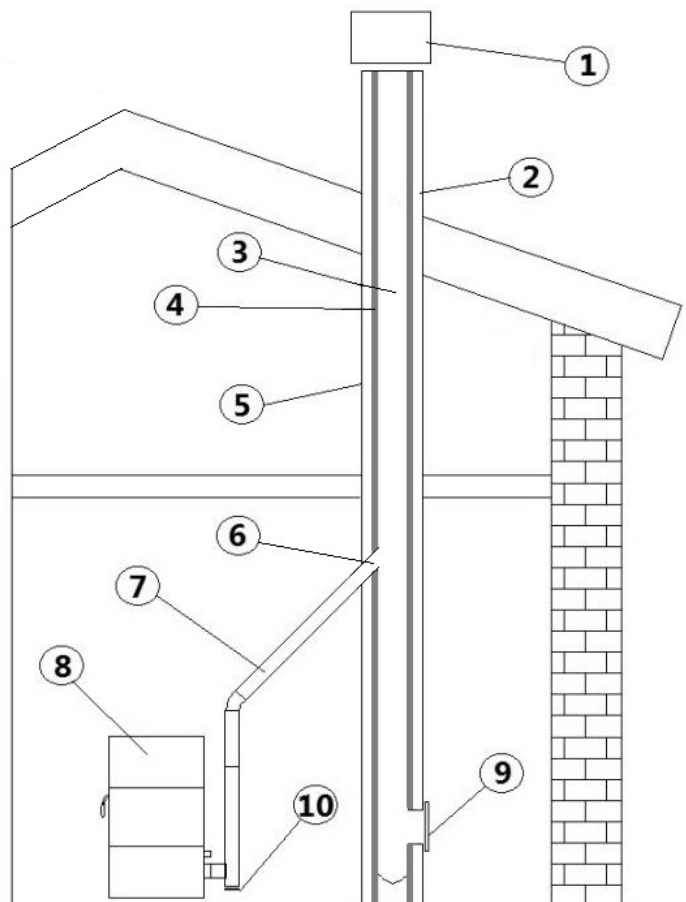

Fig. 3 - Composants de cheminée
La longueur ou hauteur du conduit de fumée (3) fait partie des caractéristiques techniques du conduit qui sont expliquées dans le chapitre **CARACTÉRISTIQUES TECHNIQUES DU CONDUIT DE FUMÉES** à pag. 8. Cette longueur se mesure en mètres entre la sortie de fumée du poêle et le terminal (point 1 sur Fig. 3 ci-dessous).
LÉGENDE	Fig. 3